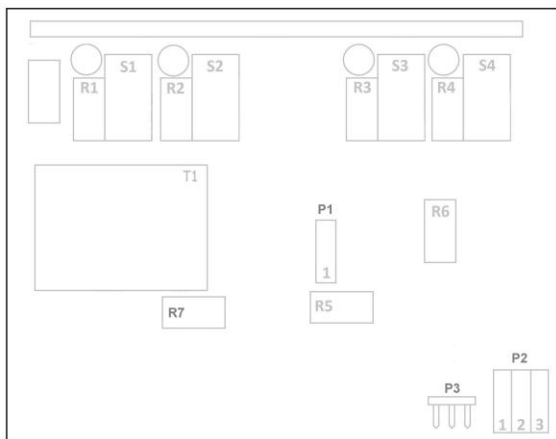

Рис. 1 Расположение регулировочных элементов, плата преобразователя
1.1. Преобразователь предназначен для установки в электрические исполнительные механизмы с целью преобразования положения выходного органа механизма в пропорциональный электрический сигнал и сигнализации или блокирования в крайних или промежуточных положениях выходного органа, а также управления положением выходного органа механизма от входного управляющего сигнала. Для визуального определения положения выходного органа механизмов фланцевого исполнения конструкция ППТ-3М изготовлена с цифровым указателем положения в %, который подключается к разъему РЗ рисунок 1.